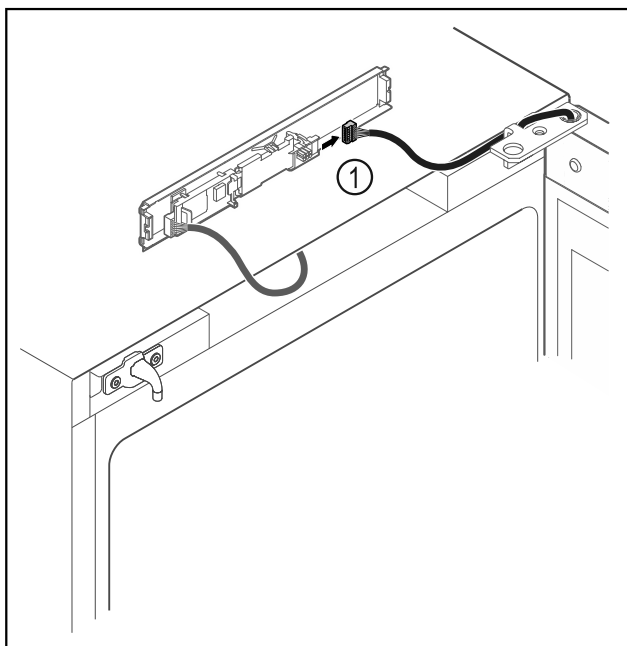

Fig. 6
- ▶ Отсоедините штекер Fig. 6 (1) от панели.